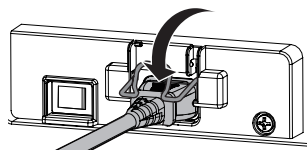

Fig.3
- 3) Abaissez le support de cordon d'alimentation. (Fig. 3)